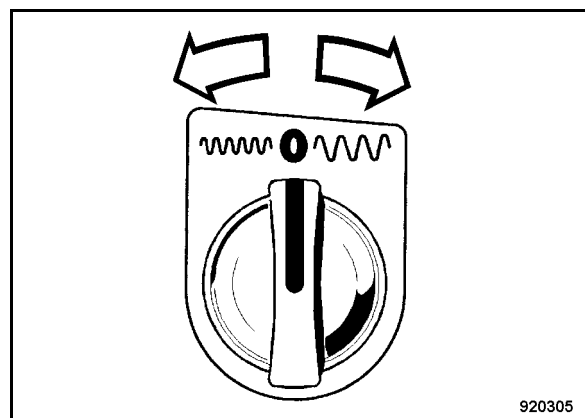

Fig. 84
- Con l'interruttore rotante Preselezione ampiezza, (Fig. 84) preselezionare l'ampiezza/frequenza.